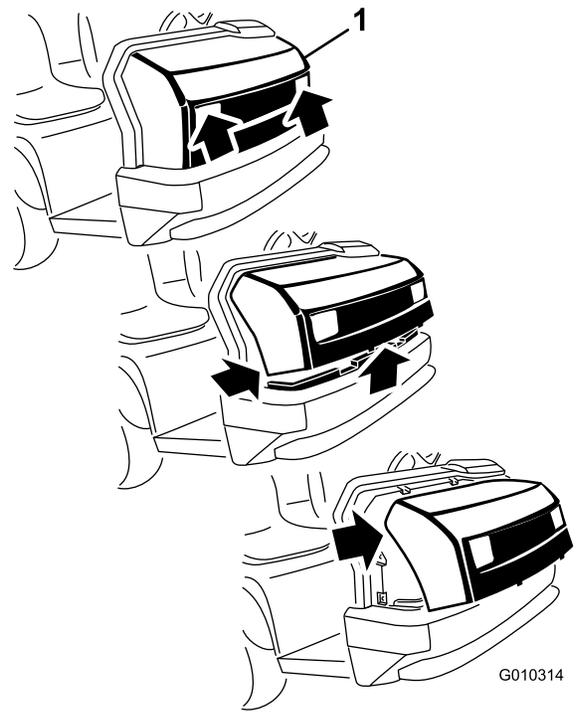

图39
1. 通过大灯开口抓住机罩的同时提起机罩以便从机架槽中松开下安装凸耳 图39。
2. 将机罩的底部向上旋转直至可将上安装凸耳从机架槽中拉出 图39。
3. 将机罩的顶部向前旋转从大灯上拔出电线接头 图39。